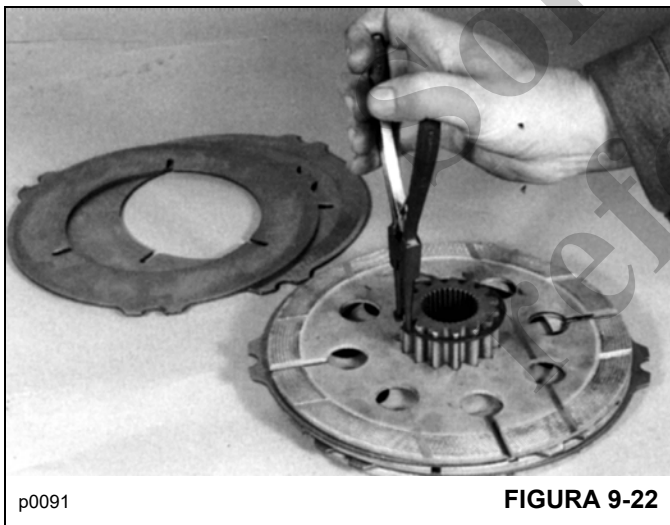

FIGURA 9-22
3. Arme los platos de fricción y los platos de respaldo en el portaplatos. Si se utiliza el conjunto de freno original, vuelva a colocar los platos en sus posiciones originales (vea el paso 3 del procedimiento de desarmado). Empape los platos de fricción nuevos en aceite para engranajes antes del armado. Instale el anillo retenedor (Figura 9-22).